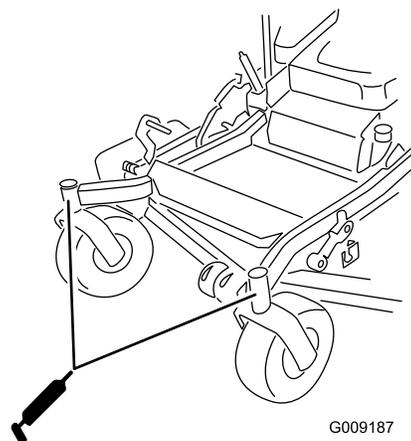

Figure 42
9. Sortez le graisseur Zerk du trou. Remettez le bouchon hexagonal et le capuchon antipoussière en place (Figure 42).